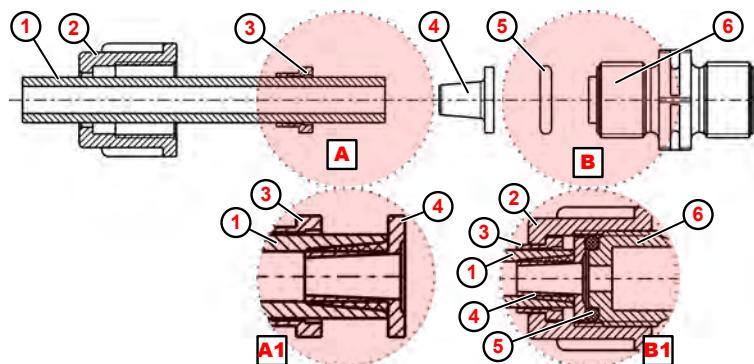

Fig. 8: Collegamento tubo rigido/tubo flessibile con la parte conica
1. ➔ Tagliare il tubo flessibile (Fig. 8 , ①) diritto.
2. ➔ Fare scorrere il dado per raccordi ② nel tubo flessibile ① .
3. ➔ Fare scorrere il componente di serraggio ③ nel tubo flessibile ① .
4. ➔ Fare scorrere il tubo flessibile ① fino al collare di arresto sulla parte conica ④ (dettaglio ⑧).
5. ➔ Far scorrere il componente di serraggio ③ verso la parte conica ④ fino a sentire una certa resistenza.
6. ➔ Inserire l'O-Ring ⑤ nel dado della valvola di aspirazione/di mandata ⑥ .
7. ➔ Serrare il il dado per raccordi ② (dettaglio ⑩).